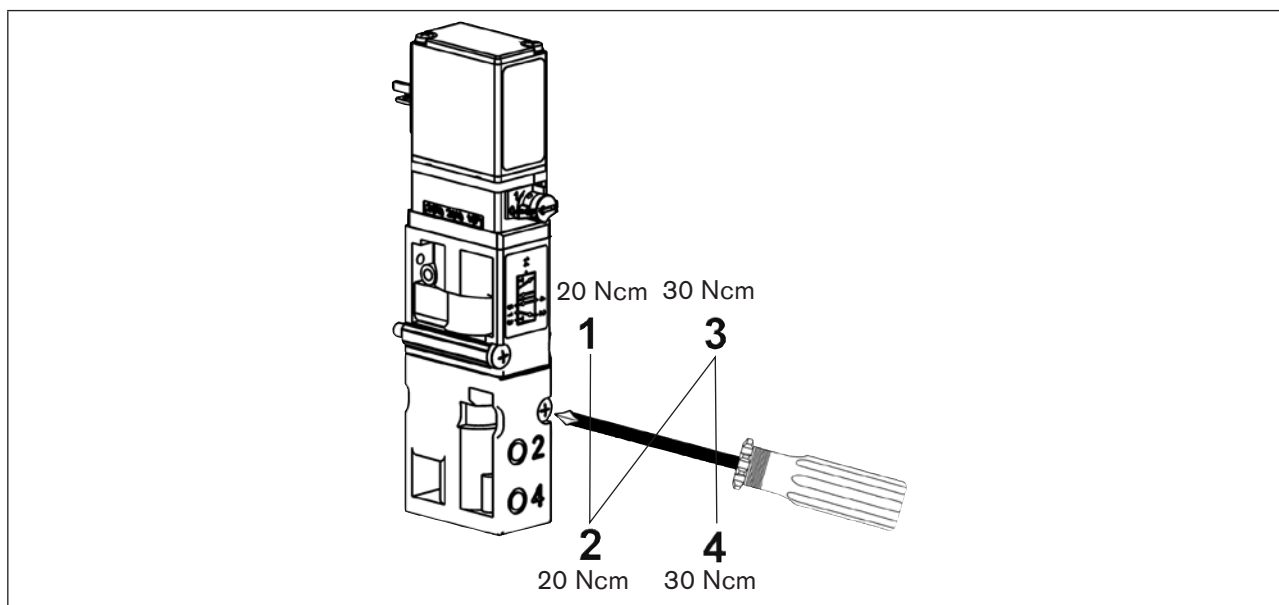

Bild 30: Anziehen der Schrauben
- Ventil mit den sauber eingelegten Flanschdichtungen / O-Ringen auf den Ventilsteckplatz aufstecken und die Schrauben nach folgenden Montageabbildung anziehen (siehe „Bild 30: Anziehen der Schrauben“).